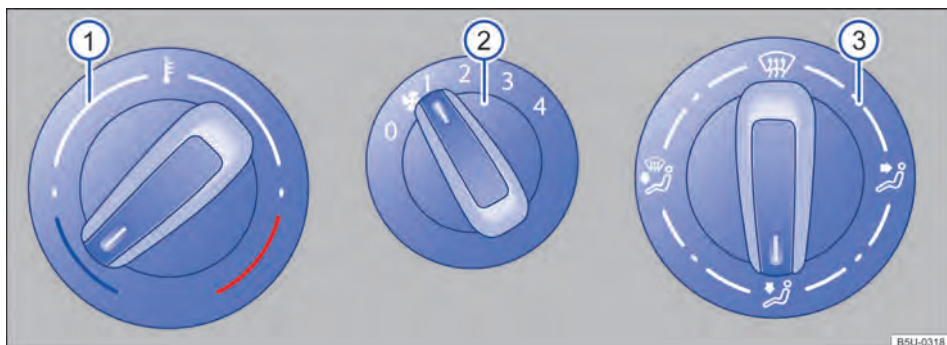

Fig. 75 Comandos do sistema de ventilação e aquecimento.
- *Sistema de ventilação e aquecimento*: girar o regulador do ventilador para o nível 0 → Fig. 75 ②.
- *Sistema de ventilação e aquecimento*: girar o regulador rotativo esquerdo → Fig. 75 ① para regular a respectiva temperatura.
- *Sistema de ventilação e aquecimento*: girar o regulador do ventilador → Fig. 75 ②.
- *Sistema de ventilação e aquecimento*: girar o regulador da direita → Fig. 75 ③ para posição desejada.
- Em veículos com sistema de aquecimento, girar o botão da temperatura → Fig. 75  totalmente para a direita, para a posição máxima de aquecimento.